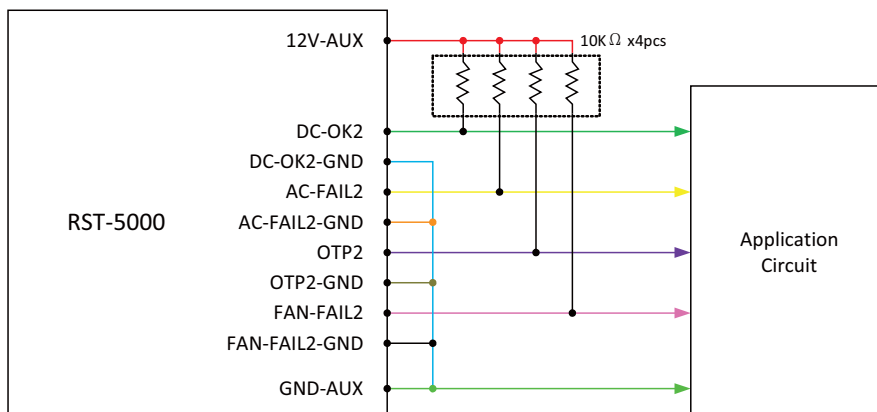

图6.2
(2)集电极开路输出 {DC-OK2-GND, DC-OK2}; (AC-FAIL2-GND, AC-FAIL2); (OTP2, OTP2-GND); (FAN-FAIL2, FAN-FAIL2-GND)} 如下图6.2所示，此功能需要一个外部电压源。这些信号与输出隔离，最大吸收电流是10mA,最大外部电压是20V (电路内部有一个24V稳压二极管)